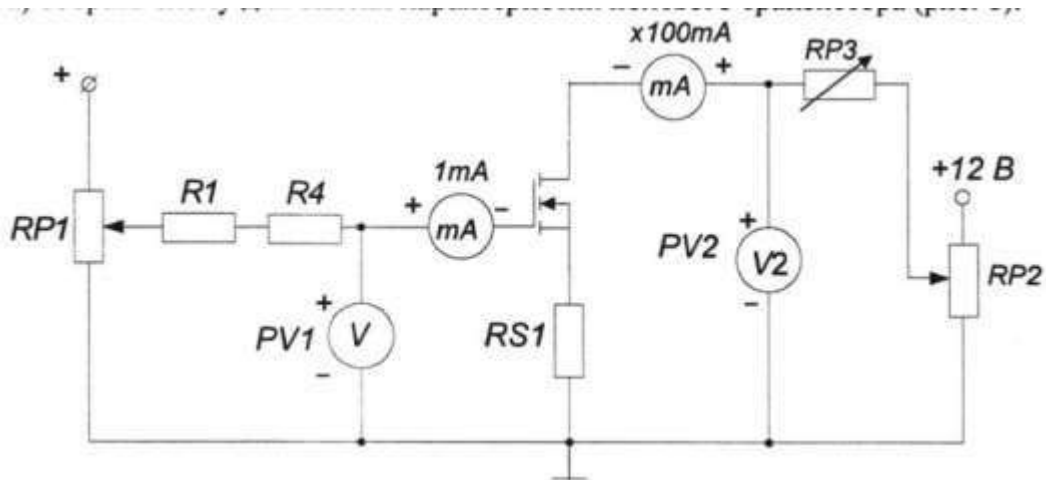

Рис. 4.1. -Схема для снятия характеристик полевого транзистора
- а) Собрать схему для снятия характеристик полевого транзистора (рис. 4.1).